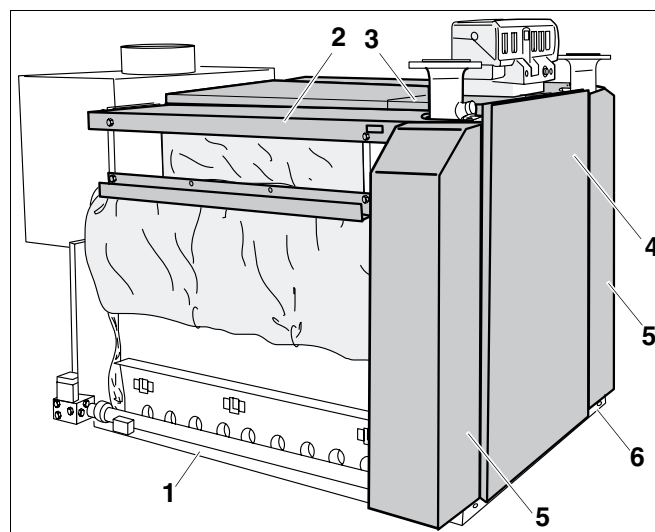

Fig. 71 Montarea mantăilor
- Ambele benzi frontale din partea laterală (fig. 71, **poz. 5**) sunt introduse între soclul longitudinal și (fig. 71, **poz. 1**) cel transversal (fig. 71, **poz. 6**) și fixate de carcasa laterală ale cazanului (fig. 71, **poz. 2**).
- Peretele frontal (fig. 71, **poz. 4**) este introdus în partea de jos între benzile frontale din partea laterală (fig. 71, **poz. 5**) și soclul transversal (fig. 71, **poz. 6**), precum și în partea de sus în carcasa frontală a cazanului (fig. 71, **poz. 3**).
- Peretele frontal se înșurubează în partea de jos cu un șurub 3,9 x 9,5 de soclul transversal (fig. 71, **poz. 6**).
- Ambele benzi frontale din partea laterală (fig. 71, **poz. 5**) se înșurubează de soclul longitudinal (fig. 71, **poz. 1**) cu șuruburi 3,9 x 9,5.